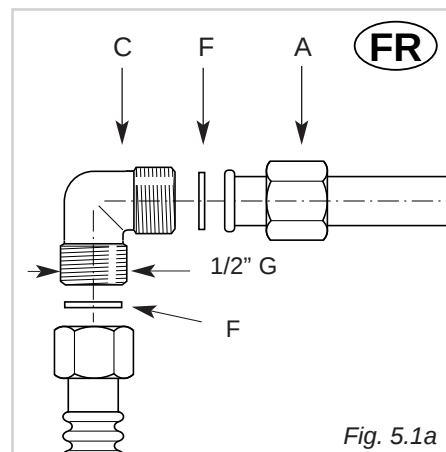

Fig. 5.1a
Le groupe raccordement (fig. 5.1a) se compose de:
- ✓ Les joints F (fig. 5.1a - 5.1b) sont les éléments de garantie de l'étanchéité du branchement au gaz.